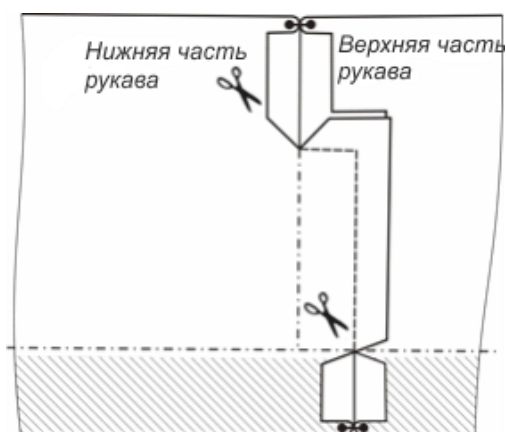

Рис. 9
18. Сложите верхнюю и нижнюю часть рукавов лицо с лицом, сметайте, а затем стачайте детали по локтевому срезу, по верхнему и боковому срезу шлицы. Припуски шва разутюжьте согласно схеме (рис. 9).